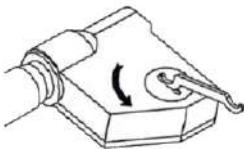

Рис. 1
- Поверните крышку батарейного отсека на 45° против часовой стрелки с помощью гаечного ключа (рис.1), затем снимите ее.